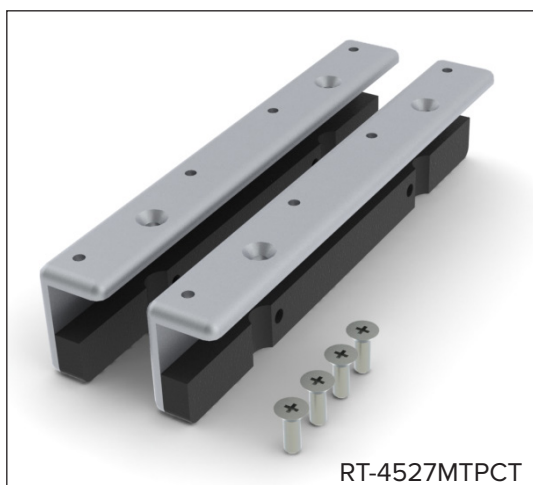

Fig. 20
1. Montera adaptern i den position som visas nedan, i två av hålen med 140 mm mellanrum, med två ¼-20 x ¾-tums skruvar (Fig. 20 och 21).